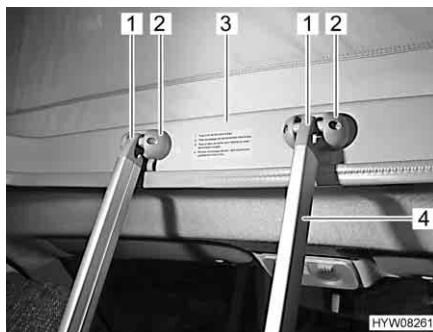

Fig. 34 Scaletta di accesso
Per accedere al letto sul tetto a soffietto utilizzare sempre la scaletta di accesso (Fig. 34,4) montata di serie.
- Agganciare la scaletta con i due archetti (Fig. 34,1) nelle graffe (Fig. 34,2) del telaio (Fig. 34,3) del tetto a soffietto.